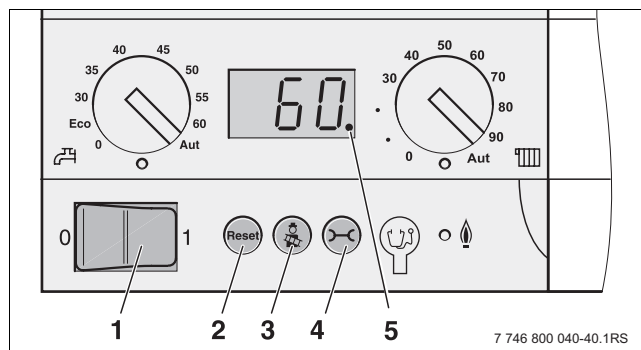

Bild 37 Bedienfeld des Basiscontrollers
- Die Taste  (→ Bild 37, [1]) so lange gedrückt halten (ca. 2 Sekunden), bis der Dezimalpunkt rechts unten im Display erscheint.
- Die Tasten  (→ Bild 37, [3]) und  (→ Bild 37, [4]) gleichzeitig gedrückt halten (ca. 5 Sekunden), bis  (z. B. ) im Display angezeigt wird.
- Den Brenner mit der Taste „Reset“ (→ Bild 37, [2]) auf unterste Teillast einstellen.
- Betriebsschalter (→ Bild 37, [1]) am Bedienfeld des Basiscontrollers auf „0“ (Aus) stellen.